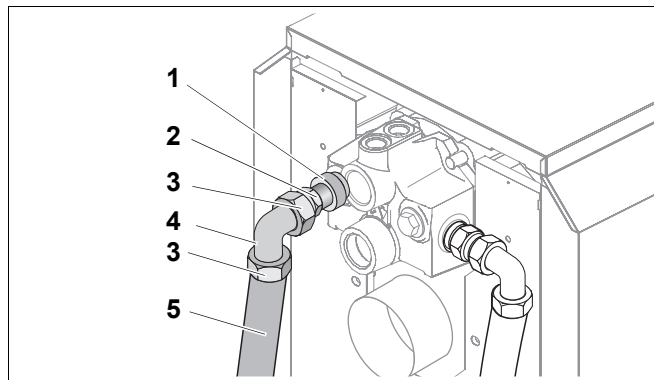
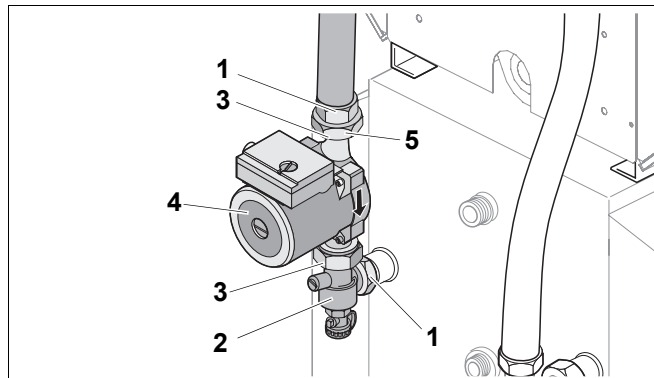

Рис. 8 Монтаж трубопровода на отопительном котле
Рис. 9 Присоединение трубы к баку-водонагревателю
- Уложить кольцо (рис. 8, поз. 1) в паз двойного ниппеля (рис. 8, поз. 2) и закрутить ниппель в отверстие для подключения подающей линии бака-водонагревателя на отопительном котле.
- Уложить уплотнение (рис. 8, поз. 3) в накидную гайку уголка (рис. 8, поз. 4) и прикрутить к двойному ниппелю.
- Уложить уплотнение (рис. 8, поз. 3) в накидную гайку металлического гофрированного шланга (рис. 8, поз. 5) и слегка прикрутить к уголку (рис. 8, поз. 4).
- Уложить уплотнение (рис. 9, поз. 1) в накидную гайку углового обратного клапана (рис. 9, поз. 2) и прикрутить обратный клапан к подающей линии бака.
- Уложить уплотнение (рис. 9, поз. 3) для насоса в другую накидную гайку углового обратного клапана и прикрутить насос (рис. 9, поз. 4) с направлением потока вниз к угловому обратному клапану.
- Второе уплотнение (рис. 9, поз. 3) для насоса уложить в переходник (рис. 9, поз. 5) и прикрутить переходник ко всасывающему патрубку насоса (рис. 9, поз. 4).
- Держите металлический гофрированный шланг (рис. 8, поз. 5) между двумя подключениями и предварительно придайте ему форму.
- Уложить уплотнение (рис. 9, поз. 1) в накидную гайку металлического гофрированного шланга и прикрутить его между переходником (рис. 9, поз. 5) и уголком (рис. 8, поз. 4).
- Затянуть накидные гайки уголка (рис. 8, поз. 4) и переходника (рис. 9, поз. 5).